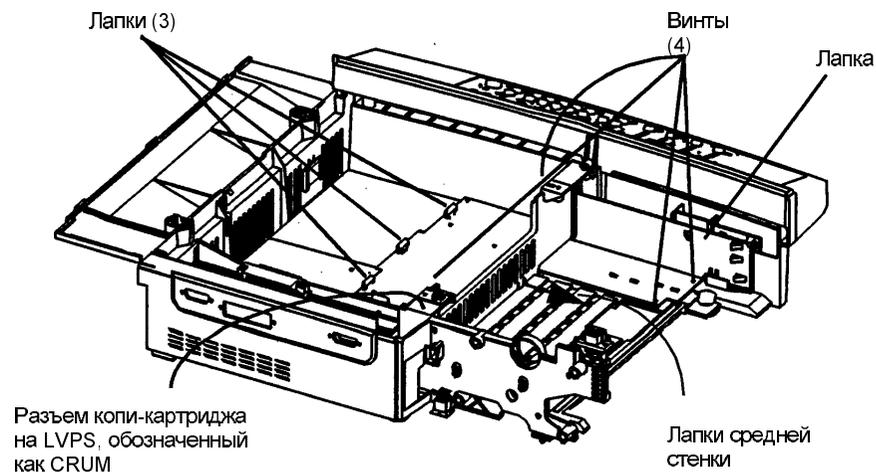

Рис. 1. Демонтаж высоковольтного блока питания HVPS
13. Снимите блок питания высокого напряжения HVPS (Рис. 1).
- в. Отвинтите винты (4).
3. Убедитесь, что лапки фиксируют блок HVPS на его месте (смотрите Рис. 1 процедуры демонтажа).
4. Заверните винты (4) (смотрите Рис. 1 процедуры демонтажа).
5. Установите среднюю стенку и убедитесь, что жгут монтажных проводов подсоединен к разъему CRUM на блоке LVPS. (смотрите Рис. 1 процедуры демонтажа).